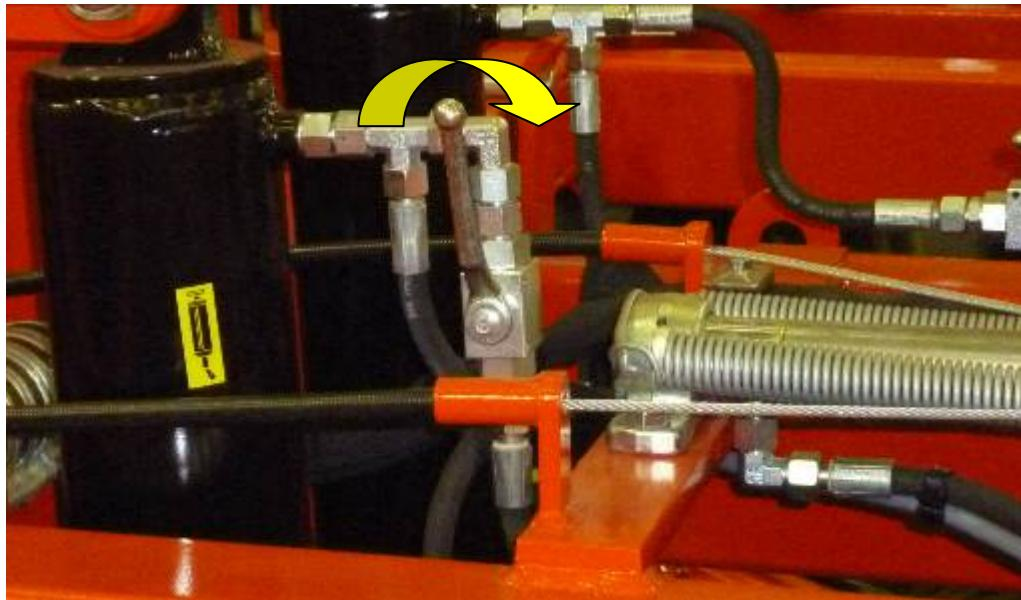

Рисунок 11.
- Закрыть кран подачи гидравлики к гидроцилиндрям подъема и опускания опорных колес (рис. 11).